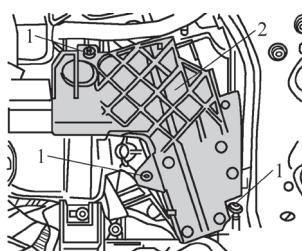

图 5-60 取下热交换器饰板
9) 如图 5-60 所示, 旋出螺栓 1 并取下热交换器饰板 2。